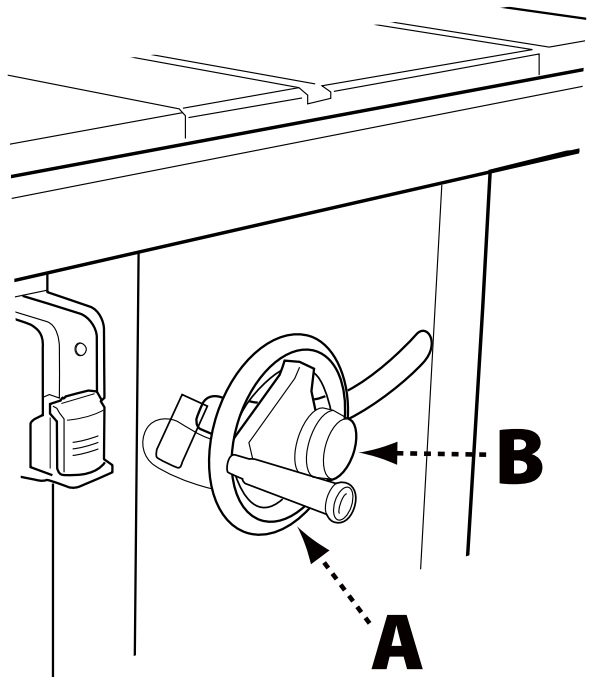

FIGURE 15
Relevez ou abaissez la lame avec le volant de commande (A) situé à l'avant de la scie (voir Figure 15).
1. Avant de soulever ou d'abaisser la lame, veillez à desserrer le bouton de verrouillage (B) en le tournant dans le sens antihoraire.
L'épaisseur du couteau diviseur (A) doit être supérieure à celle du corps de la lame ou de la plaque (B) et inférieure à la largeur de trait de scie ou de découpe (C) comme le montre la Figure 15. Le couteau diviseur fourni avec cette scie fait 2,2 mm d'épaisseur et peut être utilisé uniquement avec une lame de 10 pouces (254 mm) pour une largeur minimale du trait de scie